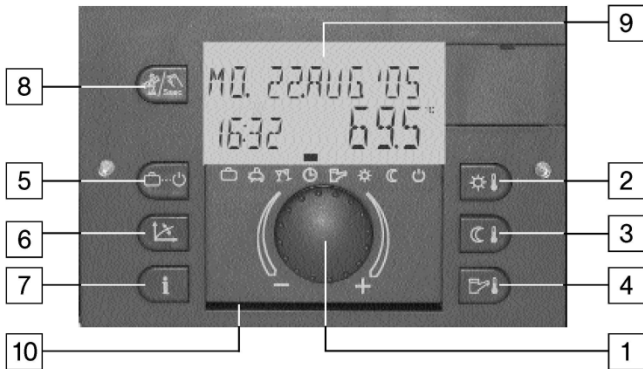

Fig. 66 : Unité de commande
Légende de la Fig. 66 :
La mesure des émissions est active durant 20 min. Elle peut être stoppée en appuyant à nouveau sur la touche ⑧ (voir Fig. 66).
- Appuyez la touche ⑧ pour le contrôle des valeurs d'émission des gaz.